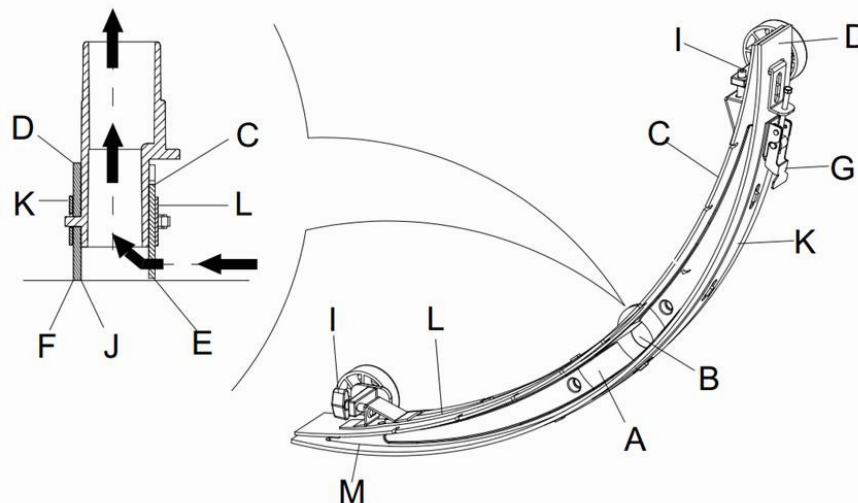

Figura 15
2. Pressione o interruptor de energia (41) para a posição "O" para desligar a máquina.
3. Desaparafuse o botão fixo (16) do squeegee; retire o conector que liga o tubo do vácuo de recuperação do squeegee para o retirar.
4. Utilize o puxador de elevação do squeegee (14) para elevar o encaixe de suporte do squeegee.
5. Limpe o squeegee (**Figura 15**). Limpe bem a ranhura (**A, Figura 15**) e a sujidade e fragmentos do tubo de vácuo. Verifique se a lâmina frontal do squeegee (C) e lâmina traseira do squeegee (D) estão intactas, e se existem beiras e rachas. Substitua se necessário (refira aos passos na secção seguinte).
1. Siga os métodos relacionados na secção anterior para limpar o squeegee (**Figura 15**).